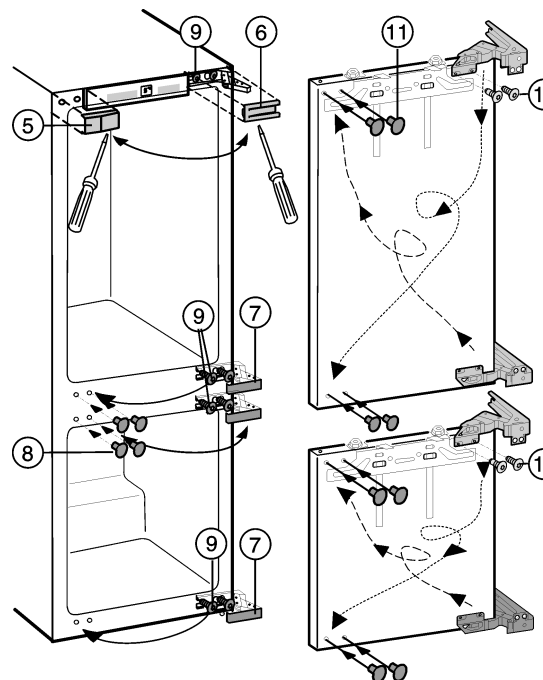

Fig. 2
- ▶ Soulever les caches Fig. 2 (5, 6, 7, 8) avec un tournevis pour vis à fentes.
- ▶ Seulement desserrer les vis Fig. 2 (9) en haut et en bas au corps de l'appareil.
- ▶ Intervertir les vis Fig. 2 (9) sur le côté opposé et les visser provisoirement.
- ▶ Dévisser les vis Fig. 2 (10) et retourner la charnière en diagonale.
- Les vis Fig. 2 (10) sont auto-taraudantes : Utiliser le tournevis à accu.
- ▶ Fermer les anciens Fig. 2 (11) trous de fixation avec les bouchons.
- ▶ Accrocher les portes dans les vis Fig. 2 (9) montées au préalable et serrer à fond les vis.
- ▶ Remettre en place tous les caches Fig. 2 (5,6,7,8).